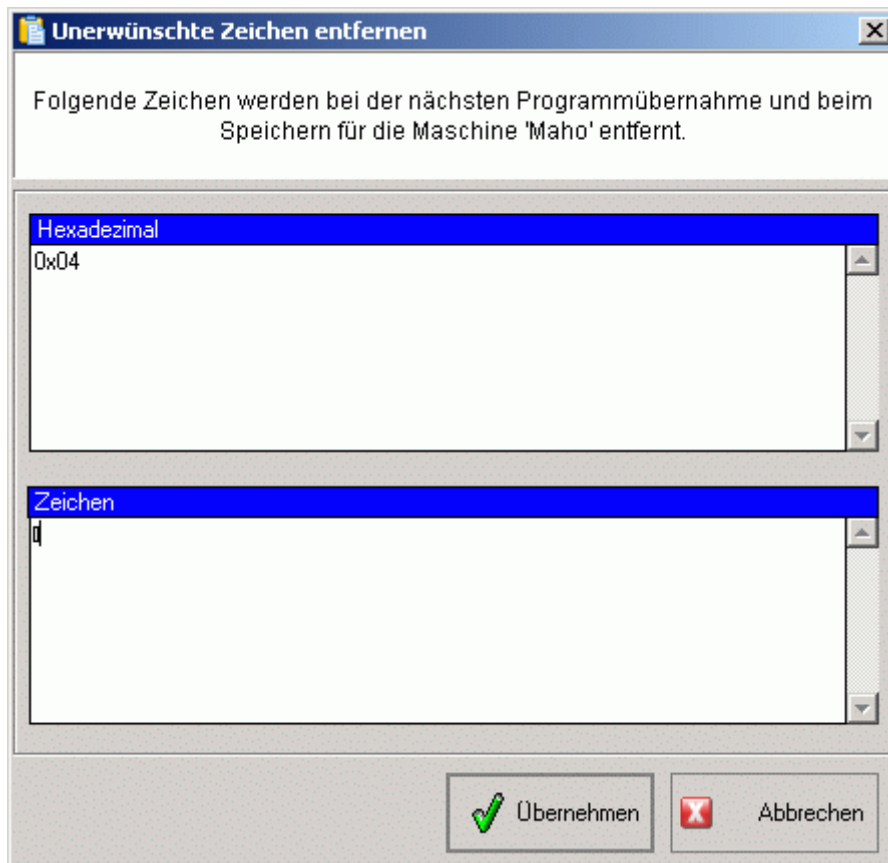

Abbildung 12.1: unerwünschte Zeichen entfernen
13.2. Nach einem Klick auf ‚Zu unerwünschte...‘ erscheint das Fenster wie in Abbildung 12.1.